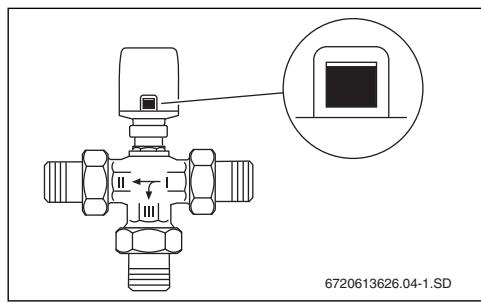

Fig. 9 Indicador de incremento con corriente
- El indicador de incremento es perfectamente visible (→ fig. 9).